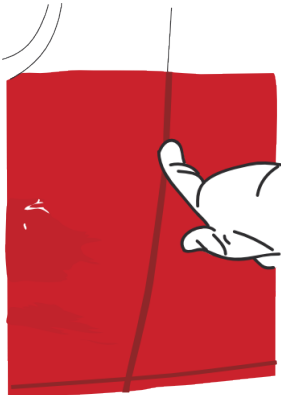

Figure 24
- › Marquer les contours de la pièce à l'aide de la main (gantée). (FIG. 24)